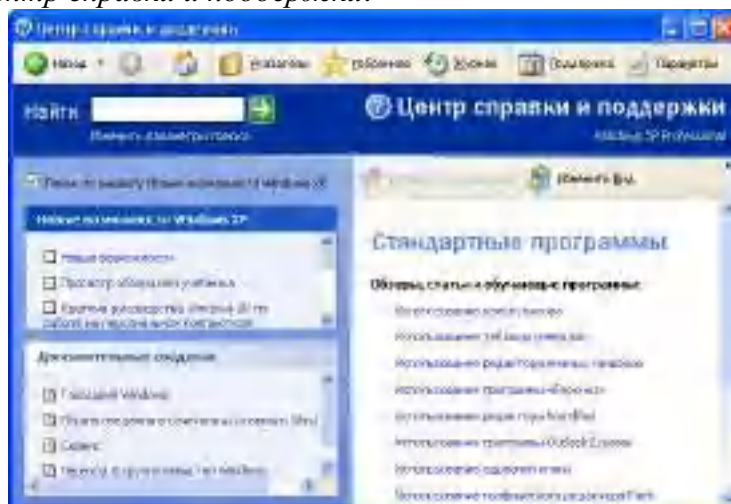

Рис. 1. Окно справки Windows XP
3. Для ознакомления со справочной информацией по использованию стандартных программ выберите в левой части окна *Центр справки и поддержки* раздел Компоненты Windows, затем в списке подразделов выберите Стандартные программы. В правой части окна справки в списке справочных материалов по стандартным программам выберите нужную тему, как показано на рис. 1.